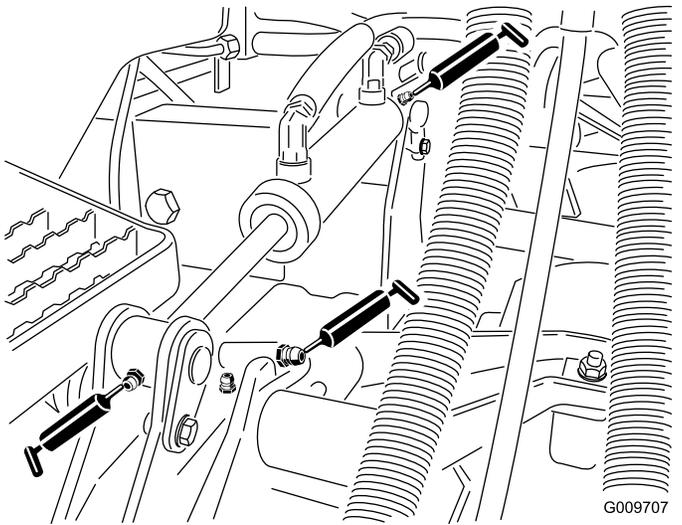

Figura 23
- Casquillos de los brazos de elevación (1 Figura 23 por carcasa) ().
- Casquillos de los cilindros de elevación (2 Figura 23 por carcasa) ().